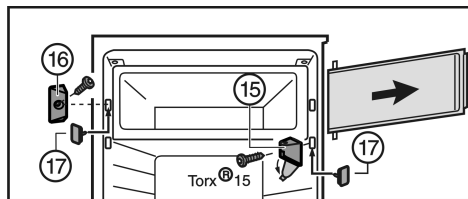

Fig. 7
- ▶ Откиньте крышку на опорном кронштейне Fig. 7 (15).
- ▶ Открутите опорный кронштейн Fig. 7 (15) с дверцей камеры.
- ▶ Открутите запирающий элемент Fig. 7 (16).
- ▶ Закройте образовавшиеся отверстия прилагающимися пробками Fig. 7 (17).